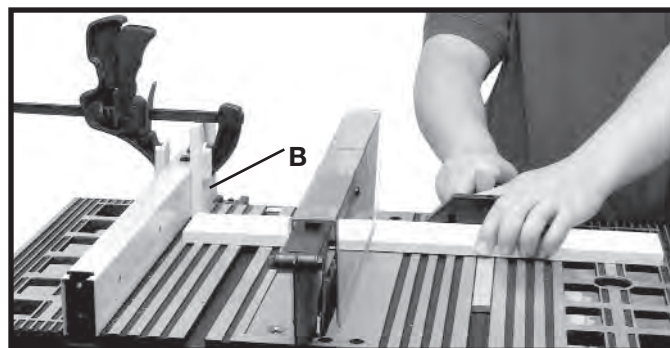

Fig. 39B
Cuando corte transversalmente un número de piezas de la misma longitud, puede fijar un bloque de madera (B), Fig. 39B a la guía y utilizarlo como un calibrador de corte como lo muestra la Fig. 39B. Es importante que este bloque de madera siempre esté ubicado delante de la hoja de la sierra como en la ilustración. Una vez determinada la longitud del corte, asegure la guía y utilice la guía de inglete para introducir el trabajo en el corte. Este bloque de madera permite que la pieza cortada se mueva libremente a lo largo de la superficie de la mesa sin quedar atascada entre la guía y la hoja de la sierra; de este modo, la posibilidad de retroceso y lesiones al operador es menor.
▲ ADVERTENCIA CUANDO UTILICE EL BLOQUE (B), FIG. 39B, COMO CALIBRADOR DE CORTE, ES MUY IMPORTANTE QUE EL EXTREMO POSTERIOR DEL BLOQUE ESTÉ UBICADO DE MODO QUE LIBERE LA PIEZA DE TRABAJO ANTES QUE ÉSTA ENTRE EN CONTACTO CON LA HOJA.